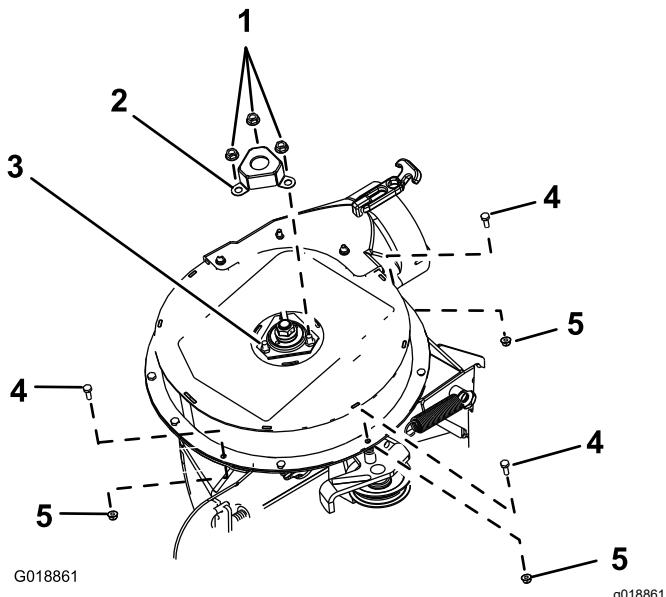

Figura 9
1. Retire las 3 tuercas dentadas que sujetan la cubierta del eje al conjunto del soplador (Figura 9).
2. Retire y deseche la cubierta del eje (Figura 9).
3. Retire los 3 pernos de cabeza hexagonal (1/4" x 3/4") y 3 contratuerca (3/4") de la carcasa del soplador, según se muestra en (Figura 9).